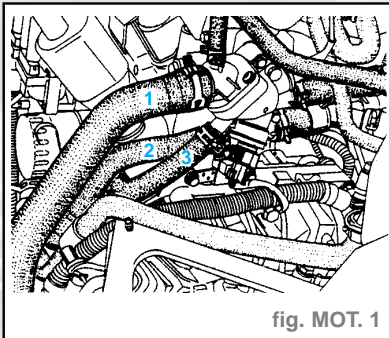

fig. MOT. 1
- les durits (1), (2) et (3) (fig. MOT. 1).